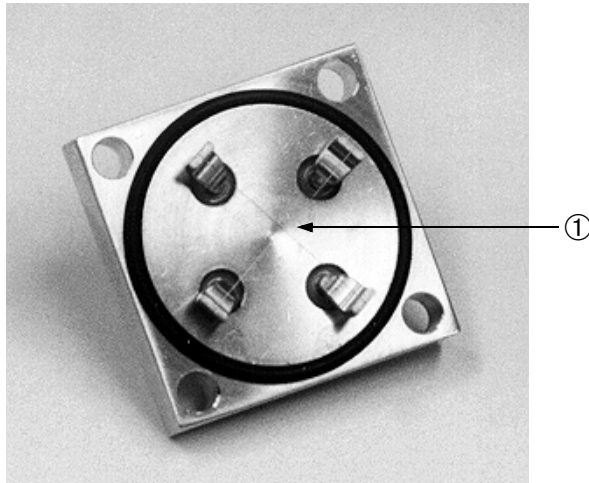

Figura 4-11 Conductores del Botón del TP (Vista con el Cabezal colocado)
4. Extraiga el Botón del TP con cuidado y coloque el hilo del sensor ① hacia arriba como se muestra en Figura 4-11, (clavija de contacto hacia abajo) sobre una superficie limpia.